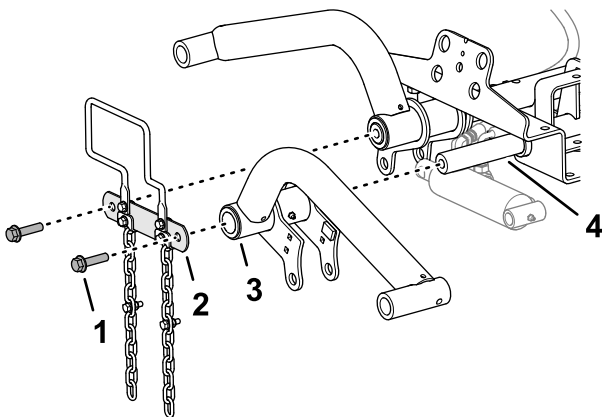

Figure 11
- Montez les bras de levage sur les axes de pivot, comme montré à la Figure 11).
- Fixez la biellette des axes de pivot sur les axes de pivot des bras de levage (Figure 11) à l'aide